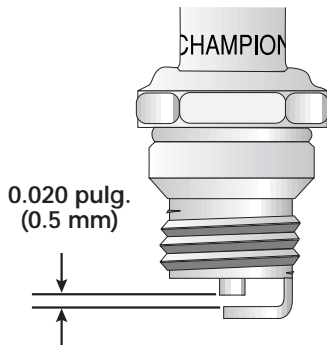

Figure 29
3. Cambie toda bujía partida, inundada o sucia. Fije la separación de aire a **0,5 mm (0,020 pulgadas)** utilizando un calibrador (Fig. 29).